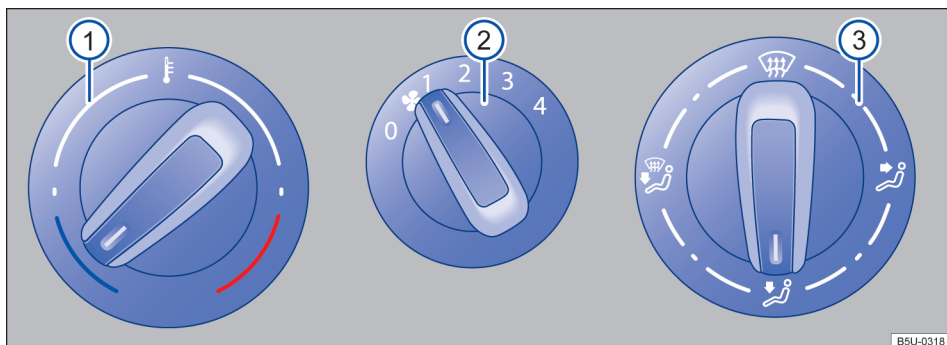
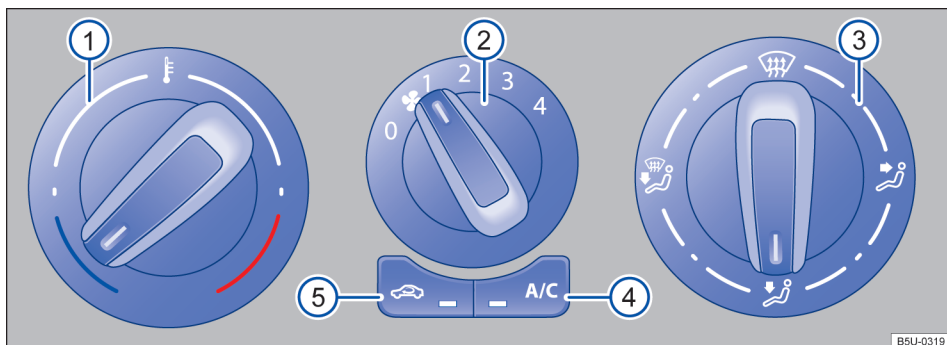

Fig. 82 Comandos do sistema de ventilação e aquecimento.
Fig. 83 Comandos do ar-condicionado.
Comandos Informações complementares do sistema de ventilação e aquecimento → Fig. 82 e ar-condicionado → Fig. 83.
Comandos	Informações complementares do sistema de ventilação e aquecimento → Fig. 82 e ar-condicionado → Fig. 83.
- Em veículos com sistema de aquecimento, girar o botão da temperatura → Fig. 82 totalmente para a direita, para a posição máxima de aquecimento.
- Girar o botão da distribuição de ar → Fig. 83 ③ para a posição , nesta posição o modo de recirculação de ar é automaticamente desligado.
- Girar o botão do ventilador ② no nível 3 ou 4.
- Girar o botão da temperatura ① para a posição desejada.